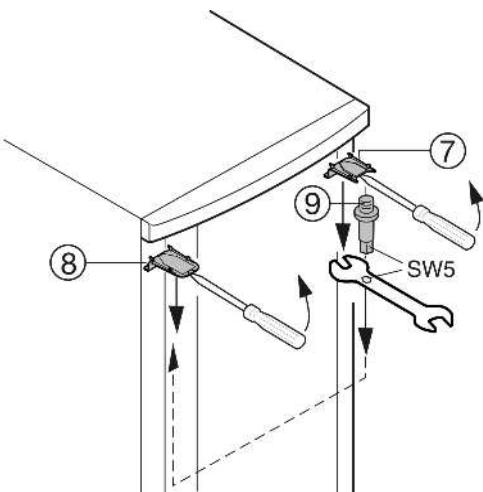

Fig. 5
- ▶ Верхнюю крышку Fig. 5 (7) и крышку Fig. 5 (8) с помощью отвертки выведите вперед из фиксатора и снимите, наклоняя вниз.
- ▶ Выкрутите опорный палец Fig. 5 (9) и вкрутите на противоположной стороне (**с моментом 4 Нм**). Используйте при этом внутренний шестигранник имеющегося в комплекте вильчатого ключа.
- ▶ Снова установите крышку Fig. 5 (7) на стороне опорного пальца: насадите сзади, защелкните спереди.
- ▶ Установите крышку Fig. 5 (8) на противоположной стороне: насадите сзади, защелкните спереди.
- ▶ Навесьте дверцу на опорный палец Fig. 5 (9) и закройте ее.